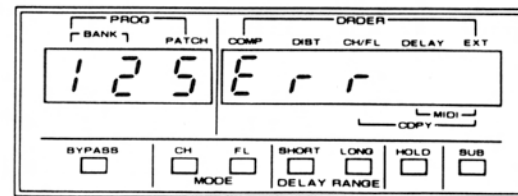

図4-10
* オーダーの設定に於いて、5回以上の入力を行いますと“Err”(図 4-10)となります。